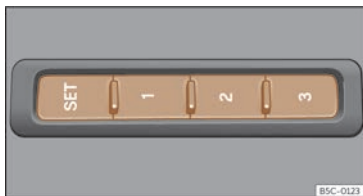

Fig. 95 No lado exterior do asento do condutor: teclas de memoria.
- Prema a tecla **SET** por máis de 1 segundo >>> **fig. 95**.